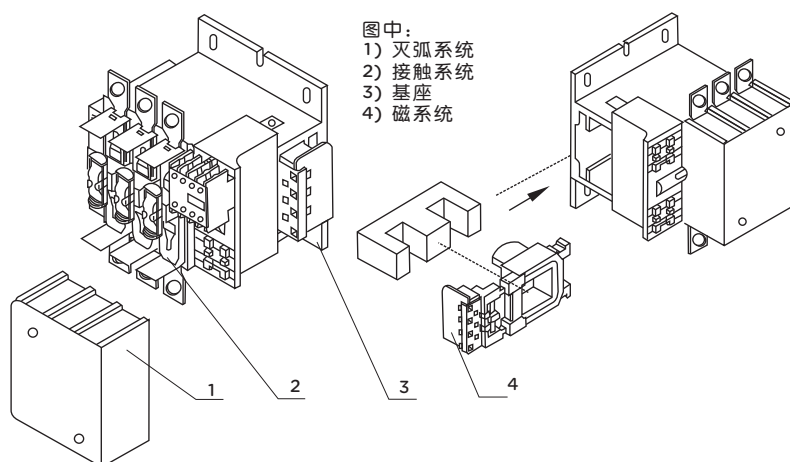

图1 CJX2-115~265接触器的总体结构示意图
接触器主要由灭弧系统、接触系统、基座、磁系统（包括铁心、线圈）组成，参见图1。
- 接触器的接触系统为直动式、双断点布置，下基座采用铝合金型材，线圈为塑料封装结构，且线圈与磁轭组装成一体，可从接触器中直接取出或装入，使用、维修极为方便。见图1。